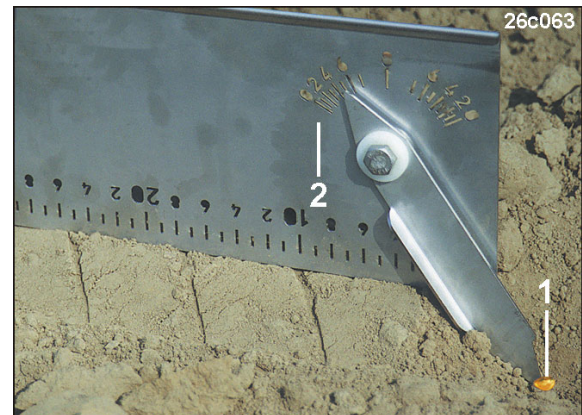

Fig. 175
3. Stil multisåtesteren (Fig. 175) vandret på jorden.
4. Stil viseren (Fig. 175/1) på sædekorn, og aflæs sådybden på skalaen (Fig. 175/2).